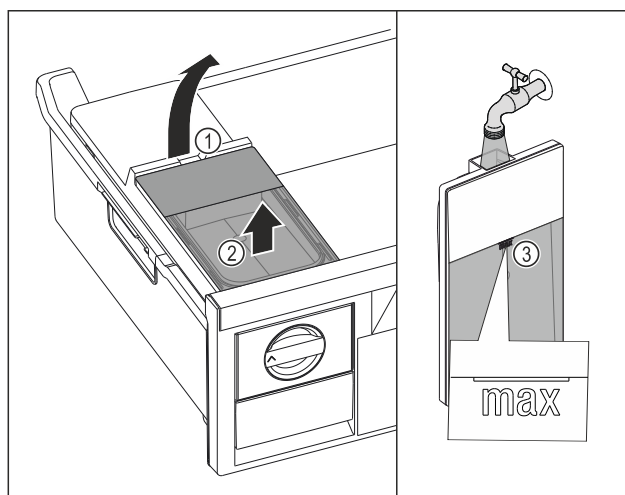

Fig. 70
- Zvedněte nádržku na vodu za vybrání Fig. 70 (1).
- Vyjměte nádržku na vodu nahoru. *Fig. 70 (2)*
- Naplňte nádržku na vodu pitnou vodou až po značku *Fig. 70 (3)*.